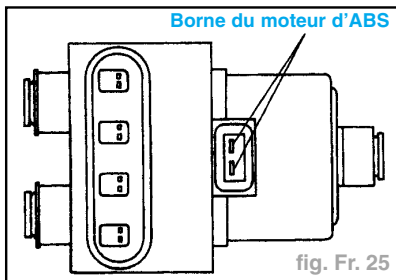

fig. Fr. 25
- Mesurer la résistance entre les bornes (fig. Fr. 25).